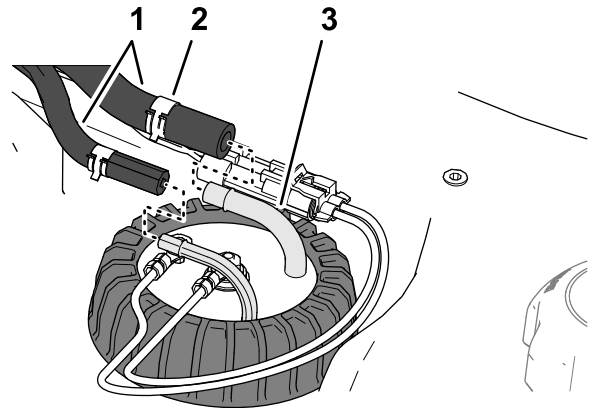

**Figura 119**
3. Rimuovete il connettore a 2 prese del cablaggio del trasmettitore di livello carburante dal connettore a 2 pin del cablaggio preassemblato della macchina (Figura 119).